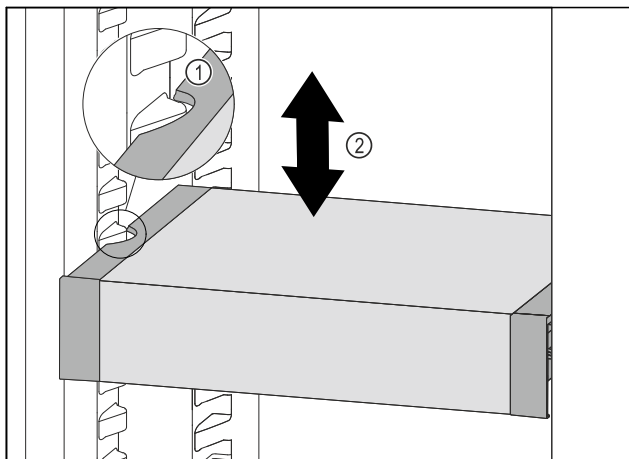

Fig. 123
- ▶ VarioSafe w chłodziarce przesunąć w górę lub w dół, aż zostanie osiągnięta żądana wysokość. Fig. 123 (2)